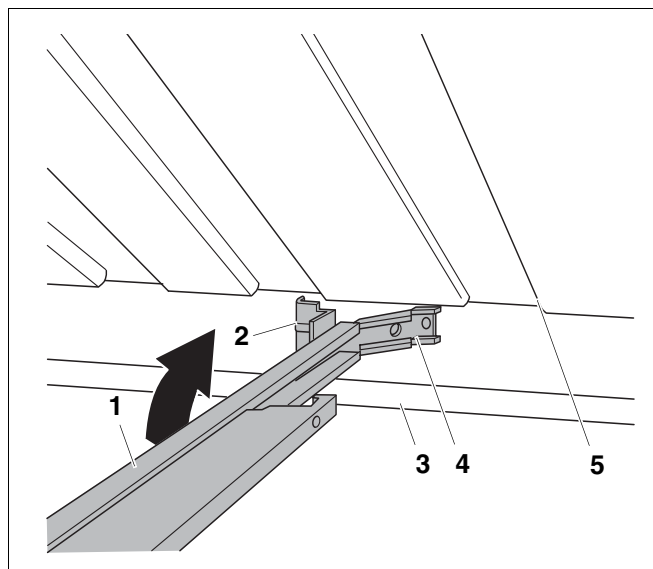

Fig. 4 Colocar e rodar o apoio do colector
Antes de colocar e montar o apoio do colector (fig. 4, **item 1**), coloque uma chapa grande ou semelhante sobre o chão para proteger o telhado.
Durante a montagem, a peça inferior angular (fig. 4, **item 4**) pode, assim, ficar apoiada sobre a chapa.
- Coloque o apoio do colector (fig. 4, **item 1**, suporte dobrado) no centro virado a 90° entre o colector (fig. 4, **item 5**) e o tubo cilíndrico comprido (fig. 4, **item 3**).
- Rode novamente o apoio do colector (fig. 4, **item 1**) em 90° e puxe-o para a frente, de modo que o suporte inferior do colector (fig. 4, **item 2**) encaixe na ranhura do colector e a peça inferior angular do perfil (fig. 4, **item 4**) fique apoiada sobre o tubo cilíndrico (fig. 4, **item 3**).